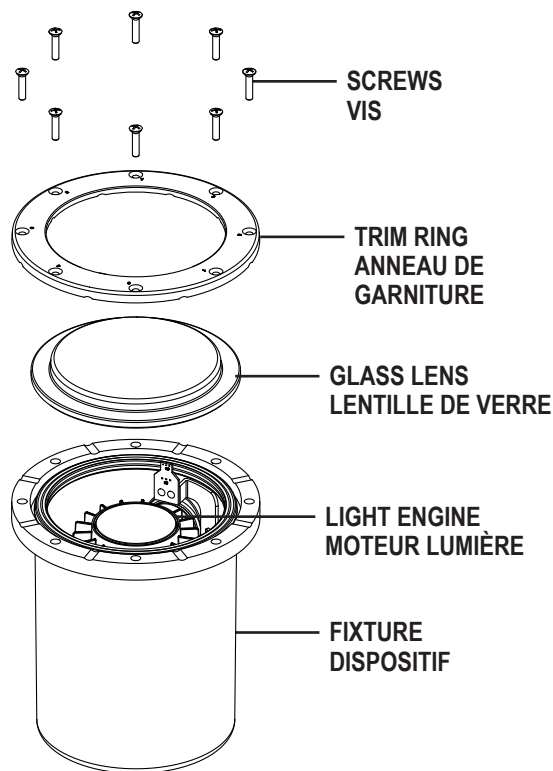

Fig. 1
- 2) Retirer les huit (8) vis originales du couvercle du luminaire et retirer l'anneau de garniture et le couvercle de verre existants et en disposer (consulter la figure 1).
- 3) Au besoin, pendant que l'anneau de garniture et le couvercle de verre sont enlevés, utiliser l'aimant pour régler le niveau de lumens. Vous référer à la feuille d'instruction du luminaire standard. À sa sortie de l'usine, le module moteur lumière est pointé à la verticale. Vous assurer que le module moteur lumière est pointé à la verticale avant de poursuivre l'assemblage (consulter la figure 1).